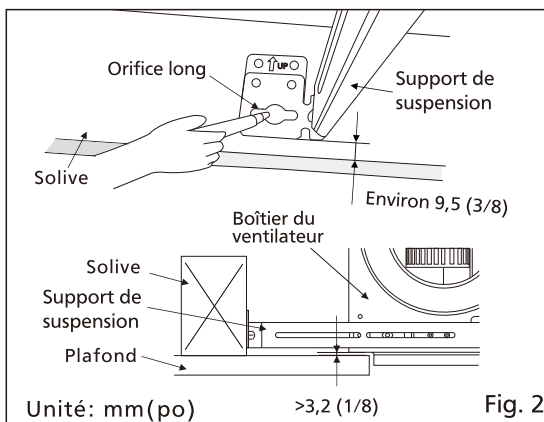

Fig. 2
3. Positionnez le boîtier du ventilateur entre les solives et tenez-le correctement. Marquez les longs orifices des quatre supports de suspension sur les solives. (Voir Fig. 2)